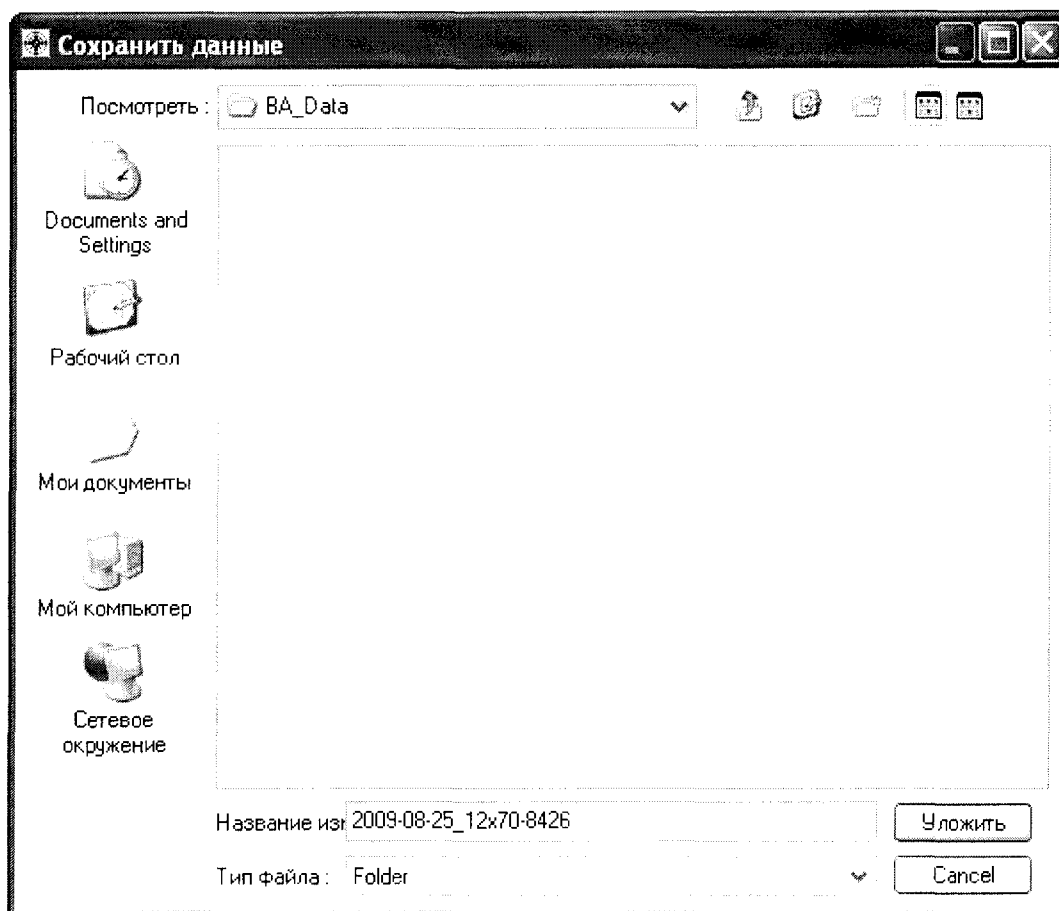

Рис.13 - Панель «Сохранить данные»
7.3.5.30 Закрыть панель «Баллистический анализатор», нажатием кнопки  в панели «Баллистический анализатор» (красная кнопка в правом верхнем углу панели). Отобразится панель «Сохранить данные», смотри рисунок 13.